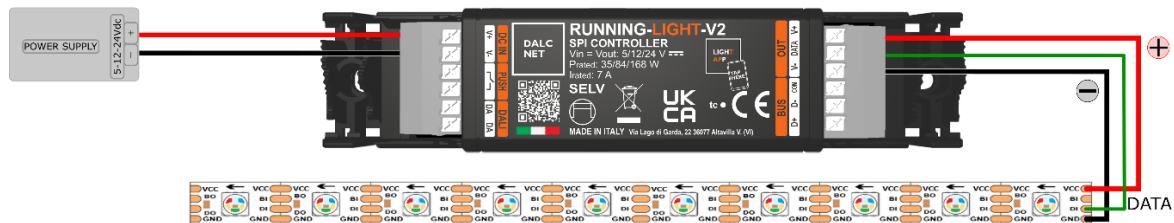

Figura 2: Schema di collegamento per carichi LED digitali
RUNNING-LIGHT-V2 ha un terminale di uscita che può controllare su una strip-LED digitale RGB, RGBW, Bianco Dinamico (TW) o Monocromatica fino a 2000 LED IC pixel-to-pixel. Il tipo di LED IC, il colore e il numero di elementi LED da azionare sono configurabili da Dalcnet LightApp. Il seguente diagramma di cablaggio (Figura 2) permette di azionare un carico LED digitale.